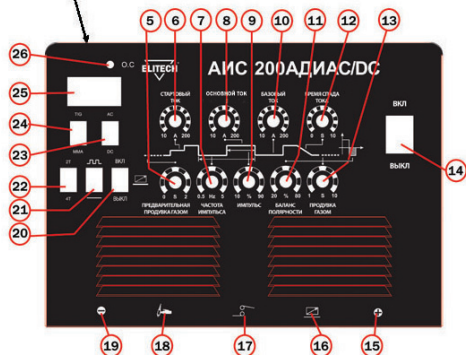

Рис. 1
1. Подключите к аппарату горелку TIG. Вставьте разъем управления горелкой в разъем «TIG» 17 (Рис. 1) на панели сварочного аппарата и зафиксируйте его. Газовый разъем подсоедините к газовому разъему TIG 18 (Рис. 1) на передней панели.